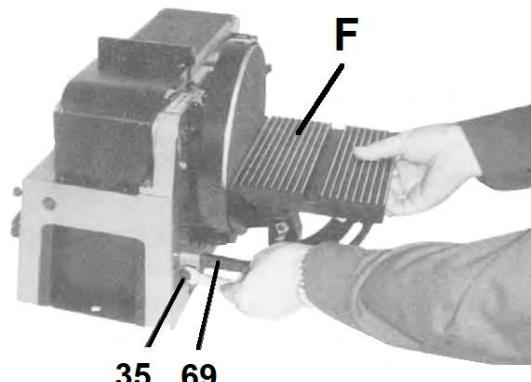

Figure 6-6: Montage de la table de travail
Mettez l'arbre (69, Fig. 6-6) dans le trou de la carcasse de la machine et fixez- le avec la vis (35).